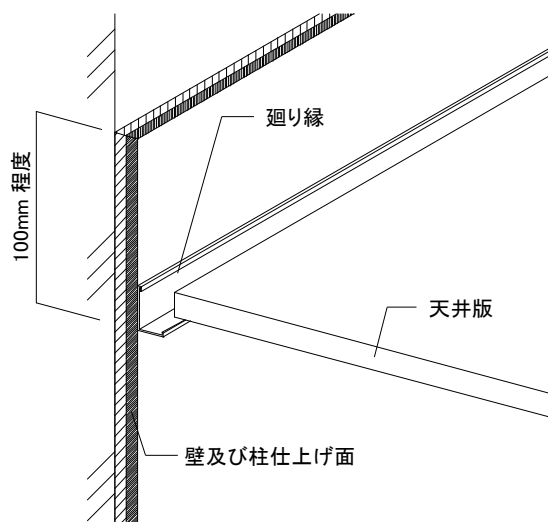

図2-2-1 壁面の仕上がり高さ
①壁面が天井仕上面より100mm程度上方まで仕上げてあることを確認する。(図2-2-1参照)